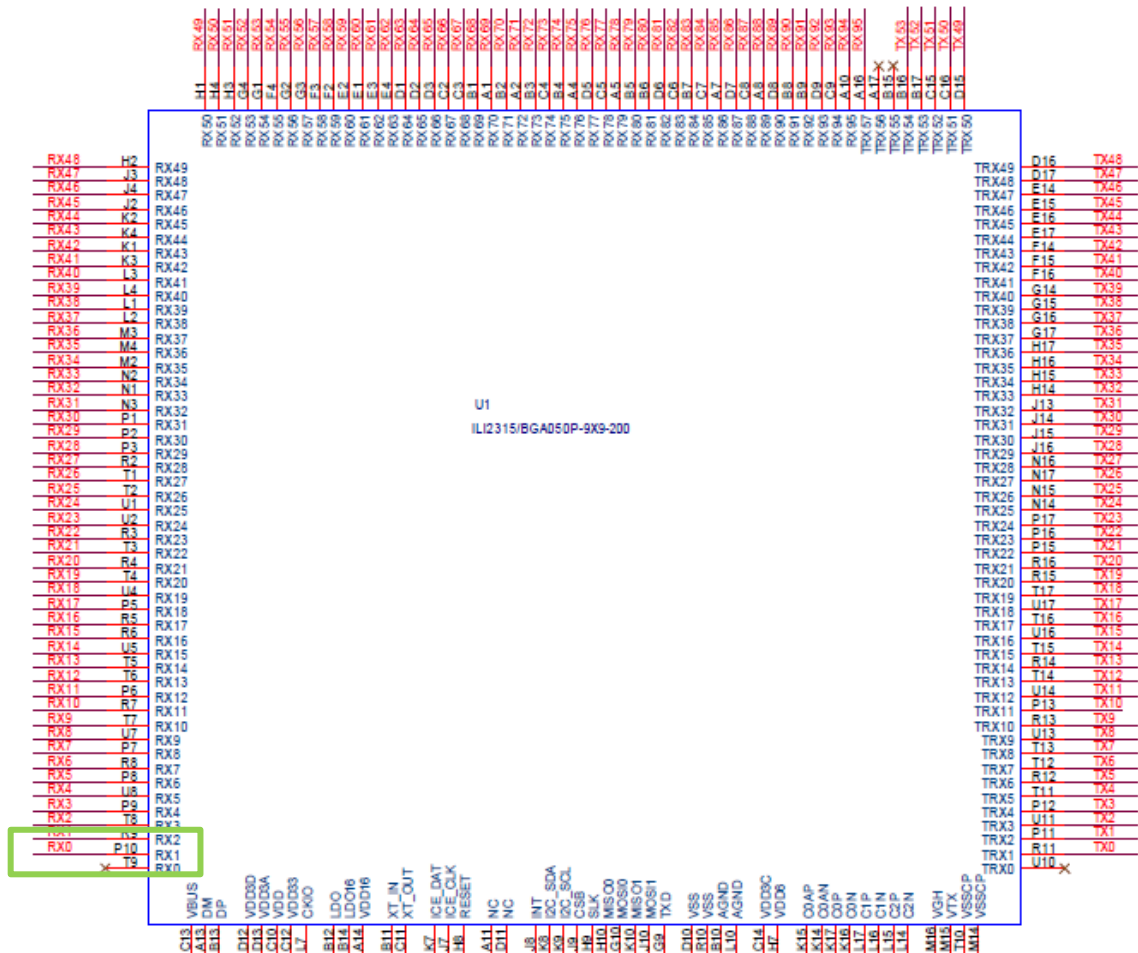

Figure 5-74: 設定觸控接收通道運算掃描方向示意圖
- 範例說明：下圖 Figure 5-74 示意。電路圖設計 **RX0**(紅色示意)，對映到 IC 內部腳位是 **RX1**(藍色示意)也是設定通道數較小的部分。所以此例 RX_DIRECTION 設定為 1。